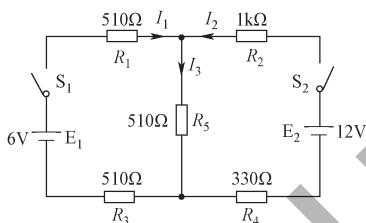

图 2-36 测量电路
(1) 根据图 2-36 所示，连接电路。检查线路正确后合上开关 S_1 、 S_2 。